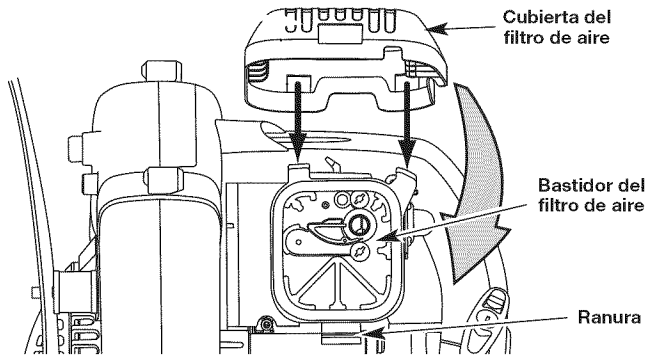

Fig. 28
8. Mueva la cubierta hacia la izquierda derecha hasta que la orejeta del filtro de aire calce en su lugar en la ranura de la placa posterior (Fig. 28).